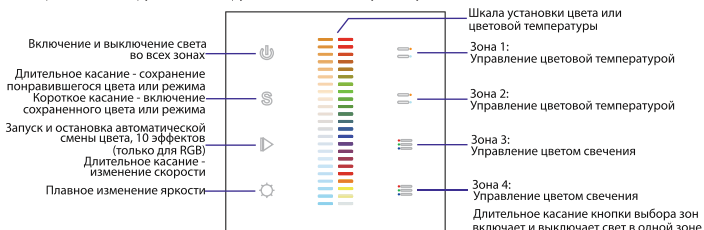

Рис.4. Назначение сенсорных кнопок
- Проверьте управление лентой с панели (Рис.4).